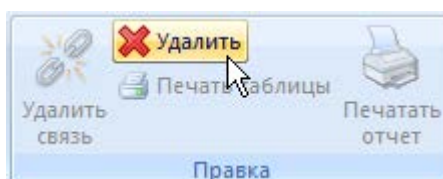

Рис. 12-37 – Кнопка «Удалить» панели «Правка»
- 3) Нажать кнопку «Удалить» панели «Правка» (рис. 12-37).